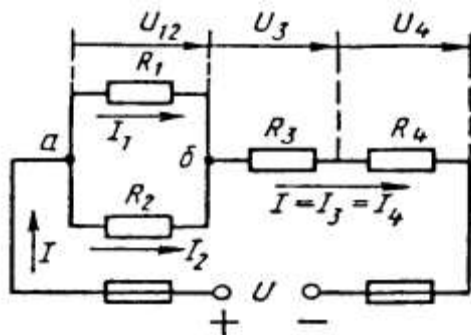

Рис. 1
Условие задачи. Цепь постоянного тока со смешанным соединением состоит из четырех резистором. Заданы схема цепи (рис. 1), значения сопротивлений резисторов:
2) обозначим токи  $I_1, I_2, I_3, I_4$  на (рис. 1) стрелками и определим их значения из формулы мощности:
Формулировка закона: алгебраическая сумма токов в узловой точке равна нулю. Математическая запись для узла б схемы цепи рисунок 1: